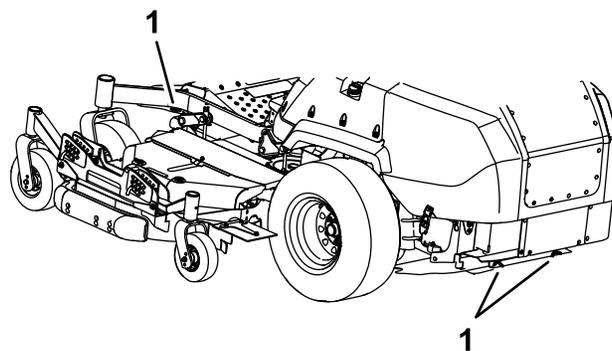

Рисунок 34
6. С помощью строп, цепей, тросов или канатов закрепите машину в точках, расположенных рядом с передними поворотными колесами и на заднем бампере (Рисунок 34). Изучите местные нормативные документы по требованиям к креплению оборудования.